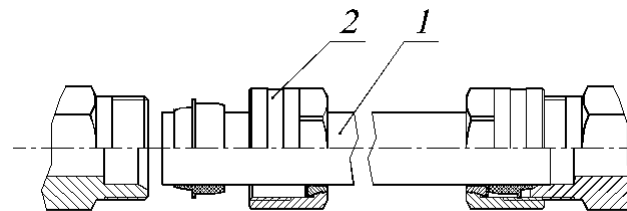

Рис.6. Соединение нагревательных элементов конвектора.
- 5.4 При помощи медных труб 18×1 и обжимных фитингов из комплекта монтажных частей, соединить нагревательные элементы секций (рис.6). Для этого необходимо через отверстие в корпусе вставить трубки в патрубки нагревательных элементов, закрутить гайки рукой до упора, после этого гаечным ключом завернуть гайки на $1/4$ оборота.